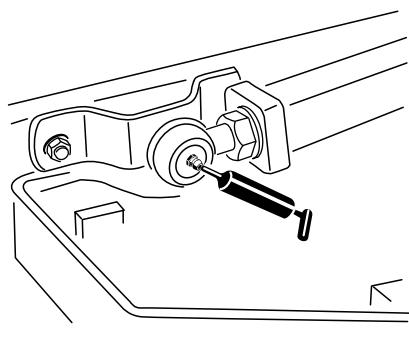

Figura 72
- 2 giunti a sfera del braccio di sollevamento (Figura 72)